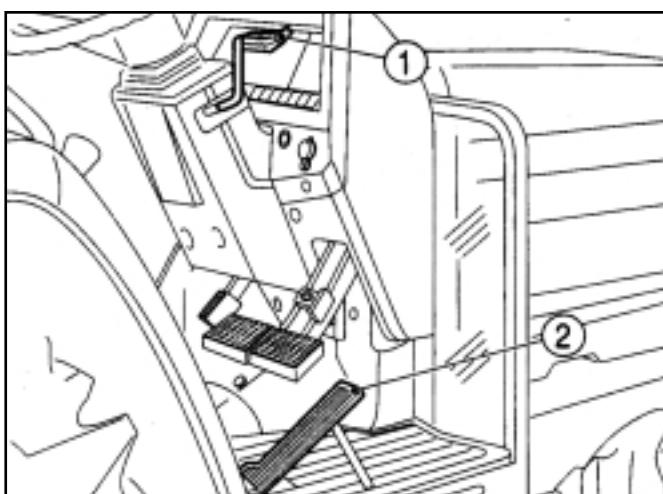

FIG. 23 / ABB. 23 / FIG. 23
Le levier (1) sur le tableau (Fig. 23) règle le régime du moteur et reste dans la position désirée par l'utilisateur. Le moteur tournera au ralenti quand le levier est poussé vers l'avant. Le régime montera en tirant progressivement le levier vers l'arrière.
Der Handgashebel (1) in Abb. 23 dient zur Regelung der Motordrehzahl. Er bleibt jeweils in der Position, in die er geschoben wird. Wird er ganz nach vorn gedrückt, dreht der Motor im Leerlauf. Durch Ziehen nach hinten wird die Motordrehzahl erhöht.
Het handgas (1) in Fig. 23 regelt het toerental van de motor en blijft steeds in de door de bestuurder gekozen stand. Wanneer u de hendel naar voren zet, blijft de motor stationair draaien. Het toerental neemt toe wanneer u de hendel geleidelijk naar achteren trekt.
L'augmentation du régime moteur par la pédale (2) illustrée dans la Fig. 23 a la priorité sur l'augmentation à l'aide du levier. Lorsque la pédale est relâchée, le régime moteur retournera au régime choisi par le levier. Le levier doit être poussé vers l'avant quand la pédale est utilisée.
Das Gaspedal (2) in Abb. 23 hat bei der Drehzahl erhöhung Vorrang vor dem Handgashebel. Nach der Freigabe des Gaspedals kehrt die Motordrehzahl zur Einstellung durch den Handgashebel zurück. Daher den Handgashebel bei Verwendung des Gaspedals in die Leerlaufposition schieben.
De gaspedaal (2) in Fig.23 sluit het gebruik van het handgas uit wanneer u het toerental verhoogt. Wanneer u de gaspedaal loslaat, keert het toerental terug naar de door het handgas geselecteerde snelheid. Schuif het handgas volledig naar voren wanneer u de gaspedaal gebruikt.